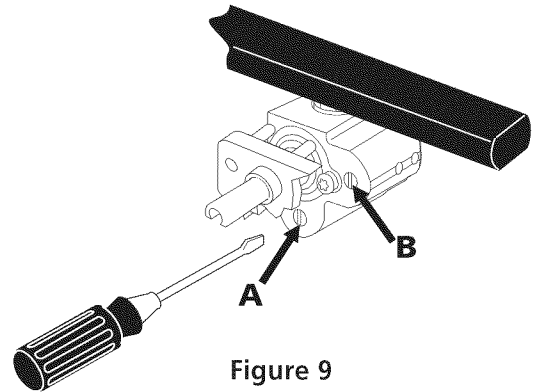

Figure 9
10.5 Réglage de la position «LOW» du robinet de brûleur à valve double (Figure 9)